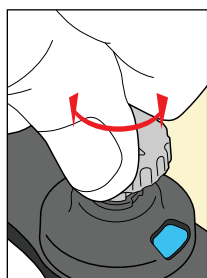

Fig. 17
1. Far ruotare ciascun perno della parte anteriore della maschera fino a raggiungere l'altezza desiderata per gli spessori; l'altezza consigliata è di 2 mm (i contrassegni sono a incrementi di 0,5 mm). (Fig. 17)